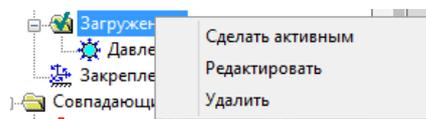

Рис. 3.2. Контекстное меню папки загрузка
**Добавить загрузку** – команда добавляет новое загрузку. В папку *Нагрузки и закрепления* дерева прочностного анализа добавляется подпапка загрузка с именем по умолчанию. Загрузка может включать в себя комбинацию нагрузок. При щелчке правой кнопкой мыши на папке *Загрузка* в дереве вызывается контекстное меню (Рис. 3.2), в котором можно удалить выбранное загрузка, отредактировать или сделать активным.